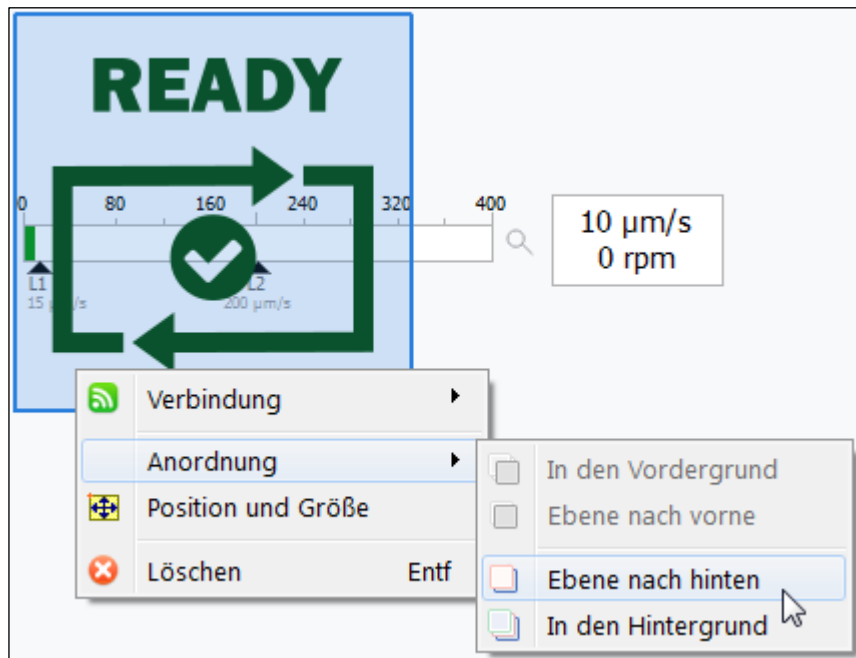

Bild 6-13 Stapelreihenfolge der Widgets ändern
- ▶ Klicken Sie mit der linken Maustaste auf den Menüpunkt *Anordnung* (siehe Bild 6-13).
- ▶ Klicken Sie mit der linken Maustaste auf den jeweiligen Menüpunkt (siehe Bild 6-13), um das Widget auf die gewünschte Ebene zu platzieren.